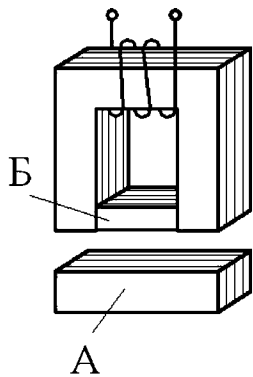

Рис. 2.10
2.4.53. Как изменится сила, действующая на якорь электромагнита А при постоянной намагничивающей силе (н.с.), если между полюсами вставить ферромагнитный брус Б (рис. 2.10)?